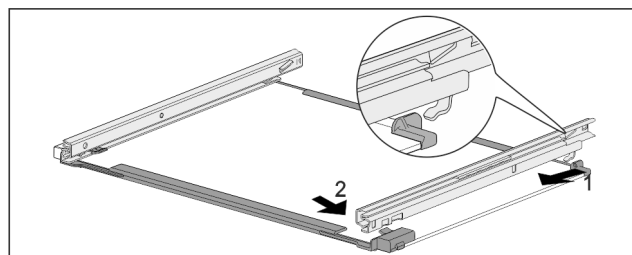

Fig. 160 Tablette en verre avec rails
- Accrocher le rail à l'arrière. Fig. 160 (1)
- Accrocher le rail à l'avant. Fig. 160 (2)